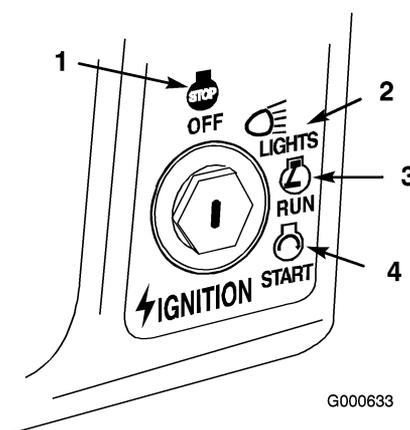

Figure 16
6. Tournez la clé de contact et maintenez-la en position de démarrage (START) (Figure 16). Relâchez la clé quand le moteur démarre.
3. Tournez la clé de contact en position contact coupé (OFF) (Figure 16).